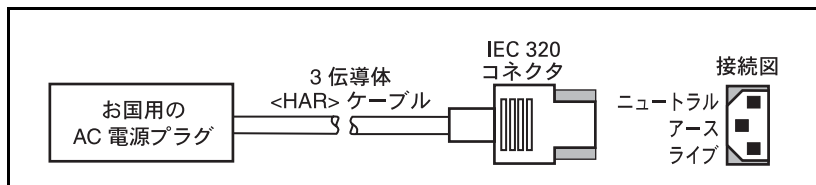

図 36
- 安全を確保し、電磁障害を減らすために、必ずシャーシのアースを接続します。アースの接続は、電源コードに第 3 の配線（アース）により行います。（図 36 をご参照ください。）